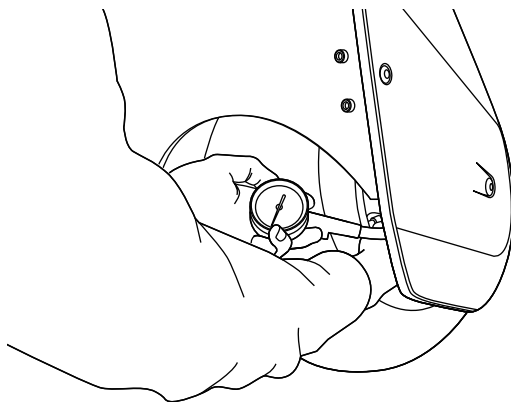

図 48: ホイールシュラウドの後ろからフロントタイヤの空気圧を点検する
4. フロントホイールシュラウドの背後から、バルブの脚を探してタイヤの空気圧を点検します (図 48)。